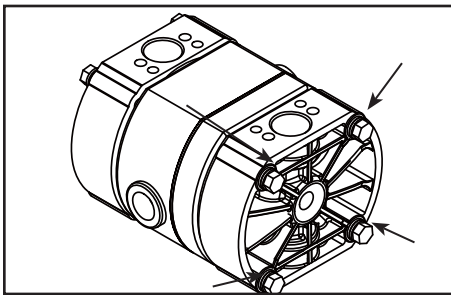

Figura 23
- Extraiga los pernos de retención de la cámara de salida y retire la cámara de salida (consulte la Figura 23).